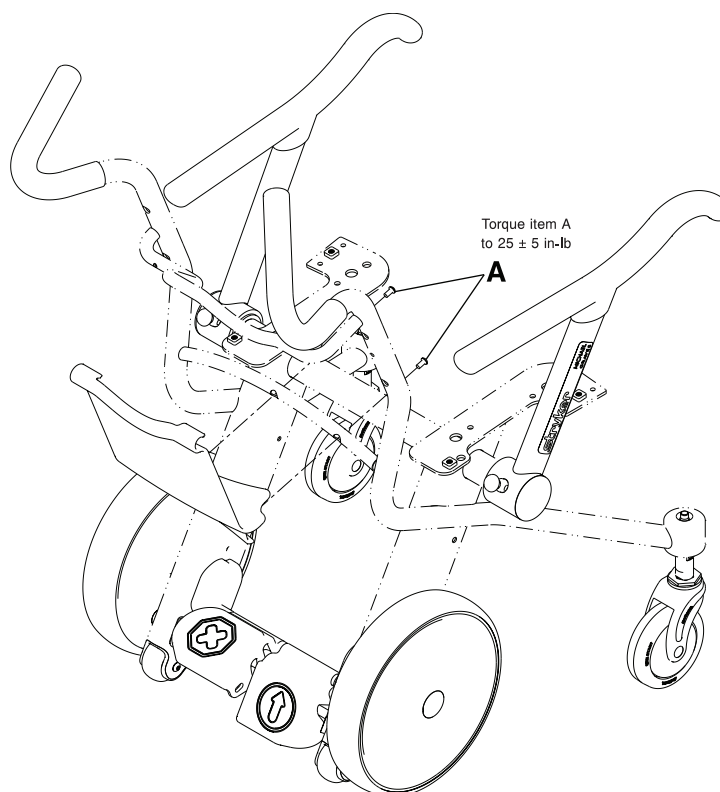

Figura 4-22: Sustitución del soporte de gráficas
3. Con una llave hexagonal de 5/32 in, retire los dos tornillos de cabeza redonda (A) que fijan la parte inferior del soporte de gráficas a la estructura de la silla (Figura 4-22 de la página 4-39). Guarde los tornillos. Cuando vuelva a colocar los tornillos, utilice una llave dinamométrica de 3/8 in para apretarlos a  $25 \pm 5$  in-lb ( $2,8 \pm 0,6$  Nm).